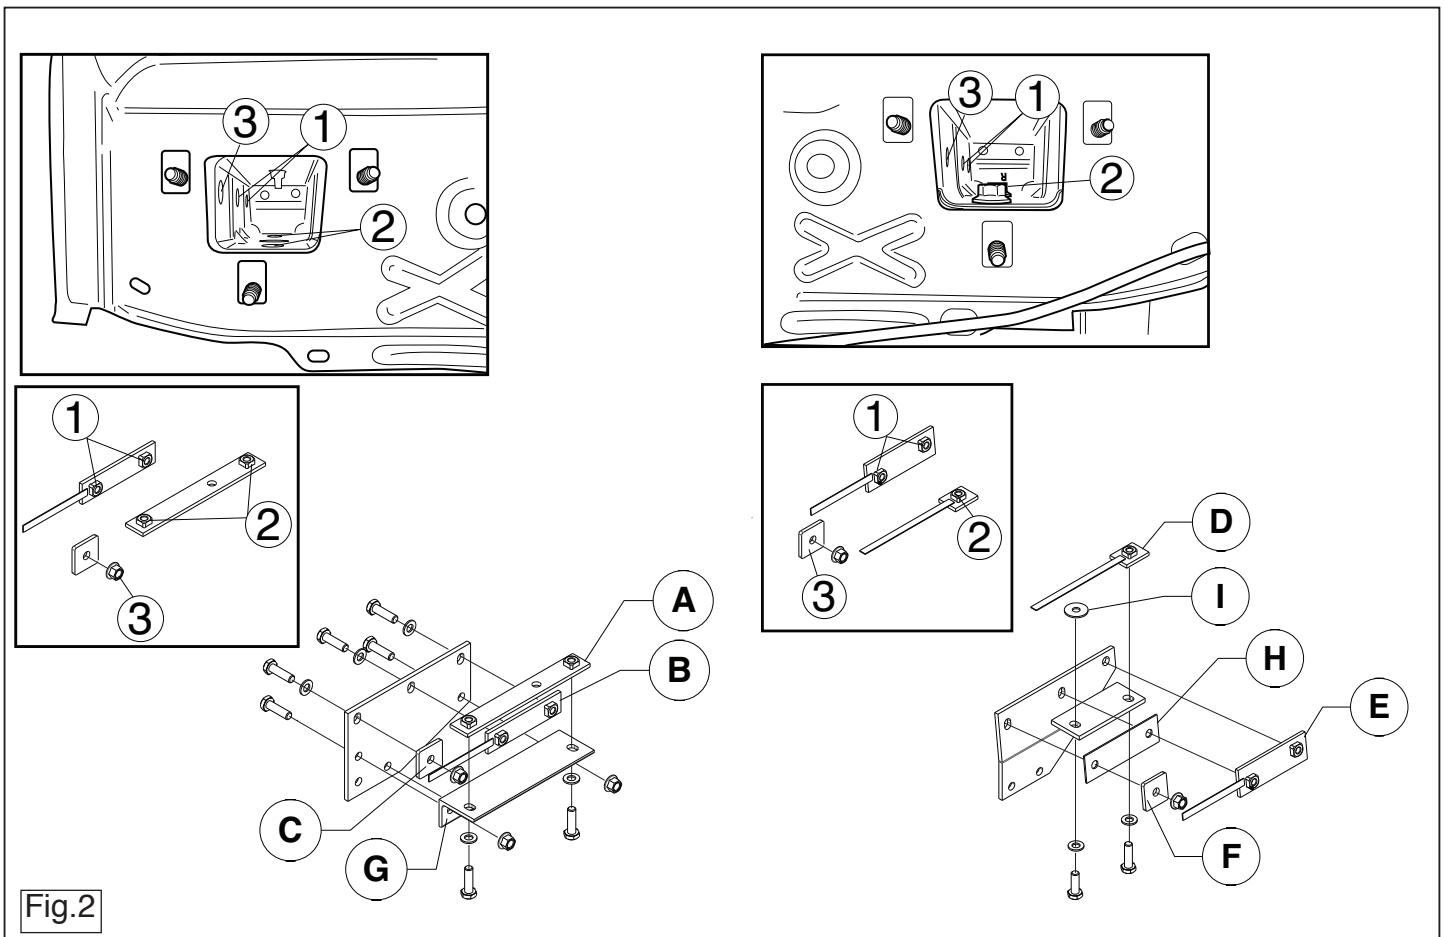

Fig.2
5. Monteer de zijplaten links en rechts, including spacer plate H en I. See figure 2.
3. Position the backplates A, B, C, D, E and F as shown in figure 2.
5. Fit the sideplates at the left and right, including spacer plate H and I. See figure 2.
3. Die Gegenplatten A, B, C, D, E und F gemäß Abbildung 2 befestigen.
5. Die Seitenplatten links und rechts montieren einschließlich Füllplatte H und I gemäß Abbildung 2 montieren.
3. Поместить упорные пластины А, В, С, D, E и F, как указано на рис. 2.
5. Поместить распорные втулки в только что расширенные отверстия вместе с наполняющей пластиной H и I. См. рис. 2. Установить боковые панели слева и справа.
3. Positionner les contreplaques A, B, C, D, E et F conformément à la figure 2.
5. Monter les plaques latérales à gauche et à droite ainsi que la plaquette de calage H et I. Voir la figure 2.